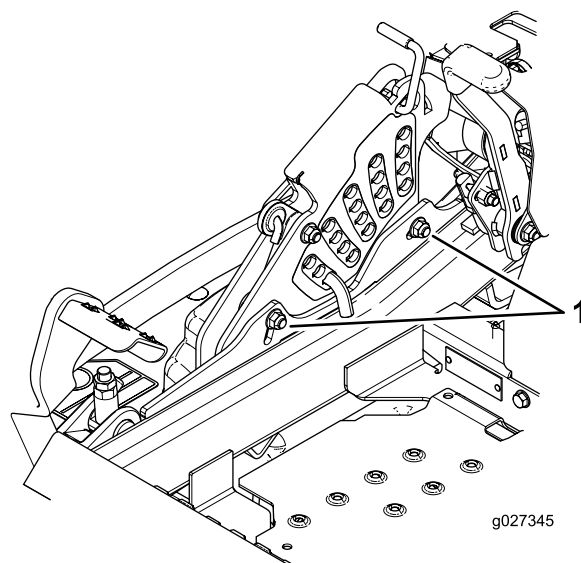

Figure 120
11. Pour régler le système monpoint, desserrez les 2 boulons au bas de la plaque de hauteur de coupe (Figure 120).
13. Serrez les 2 boulons au bas de la plaque de hauteur de coupe (Figure 120).